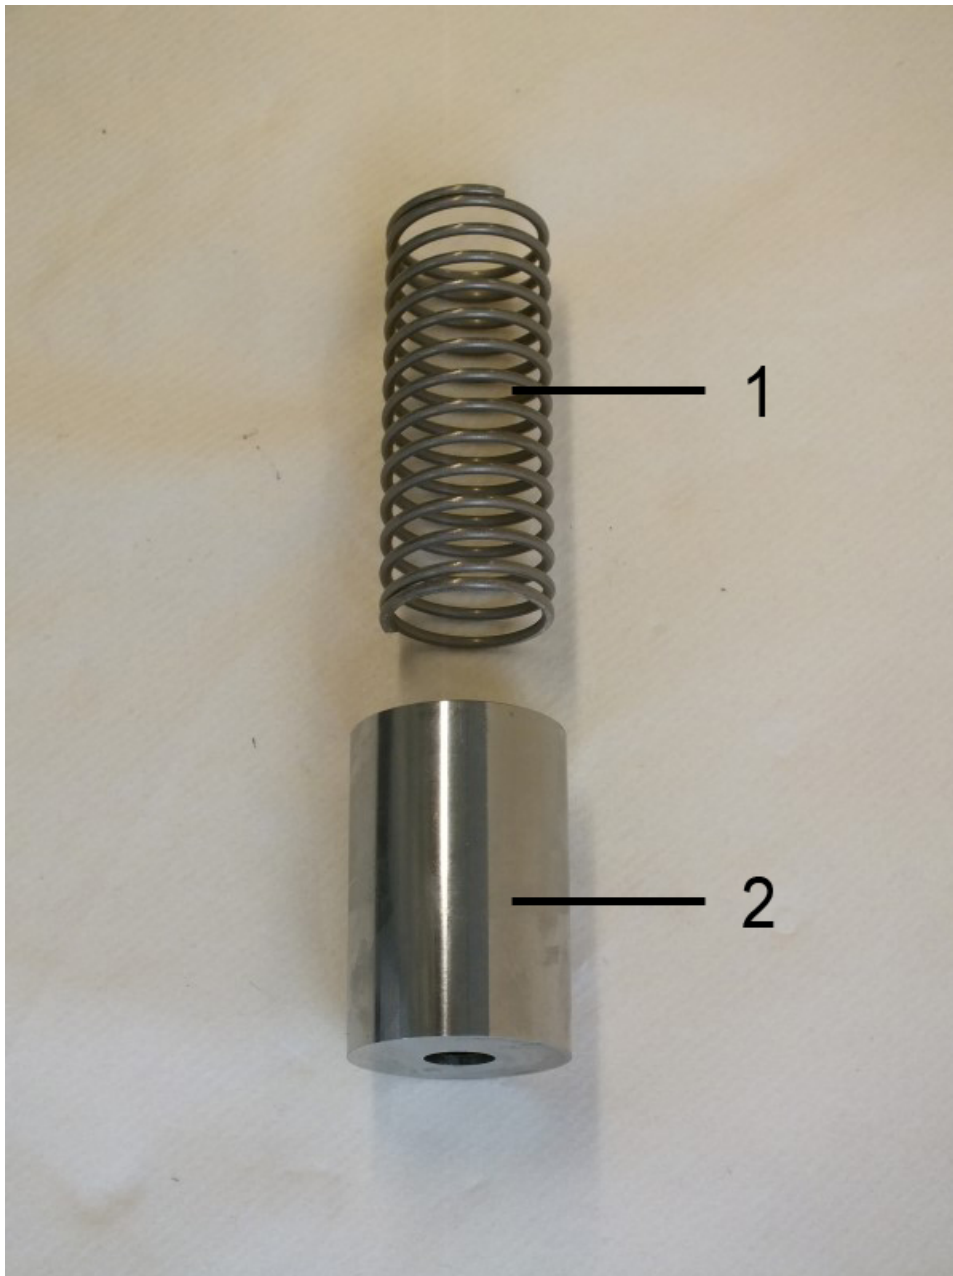

Abb. 58: Innenteile
8.  Feder (Abb. 58/1) in den Schwebekörper (Abb. 58/2) einführen